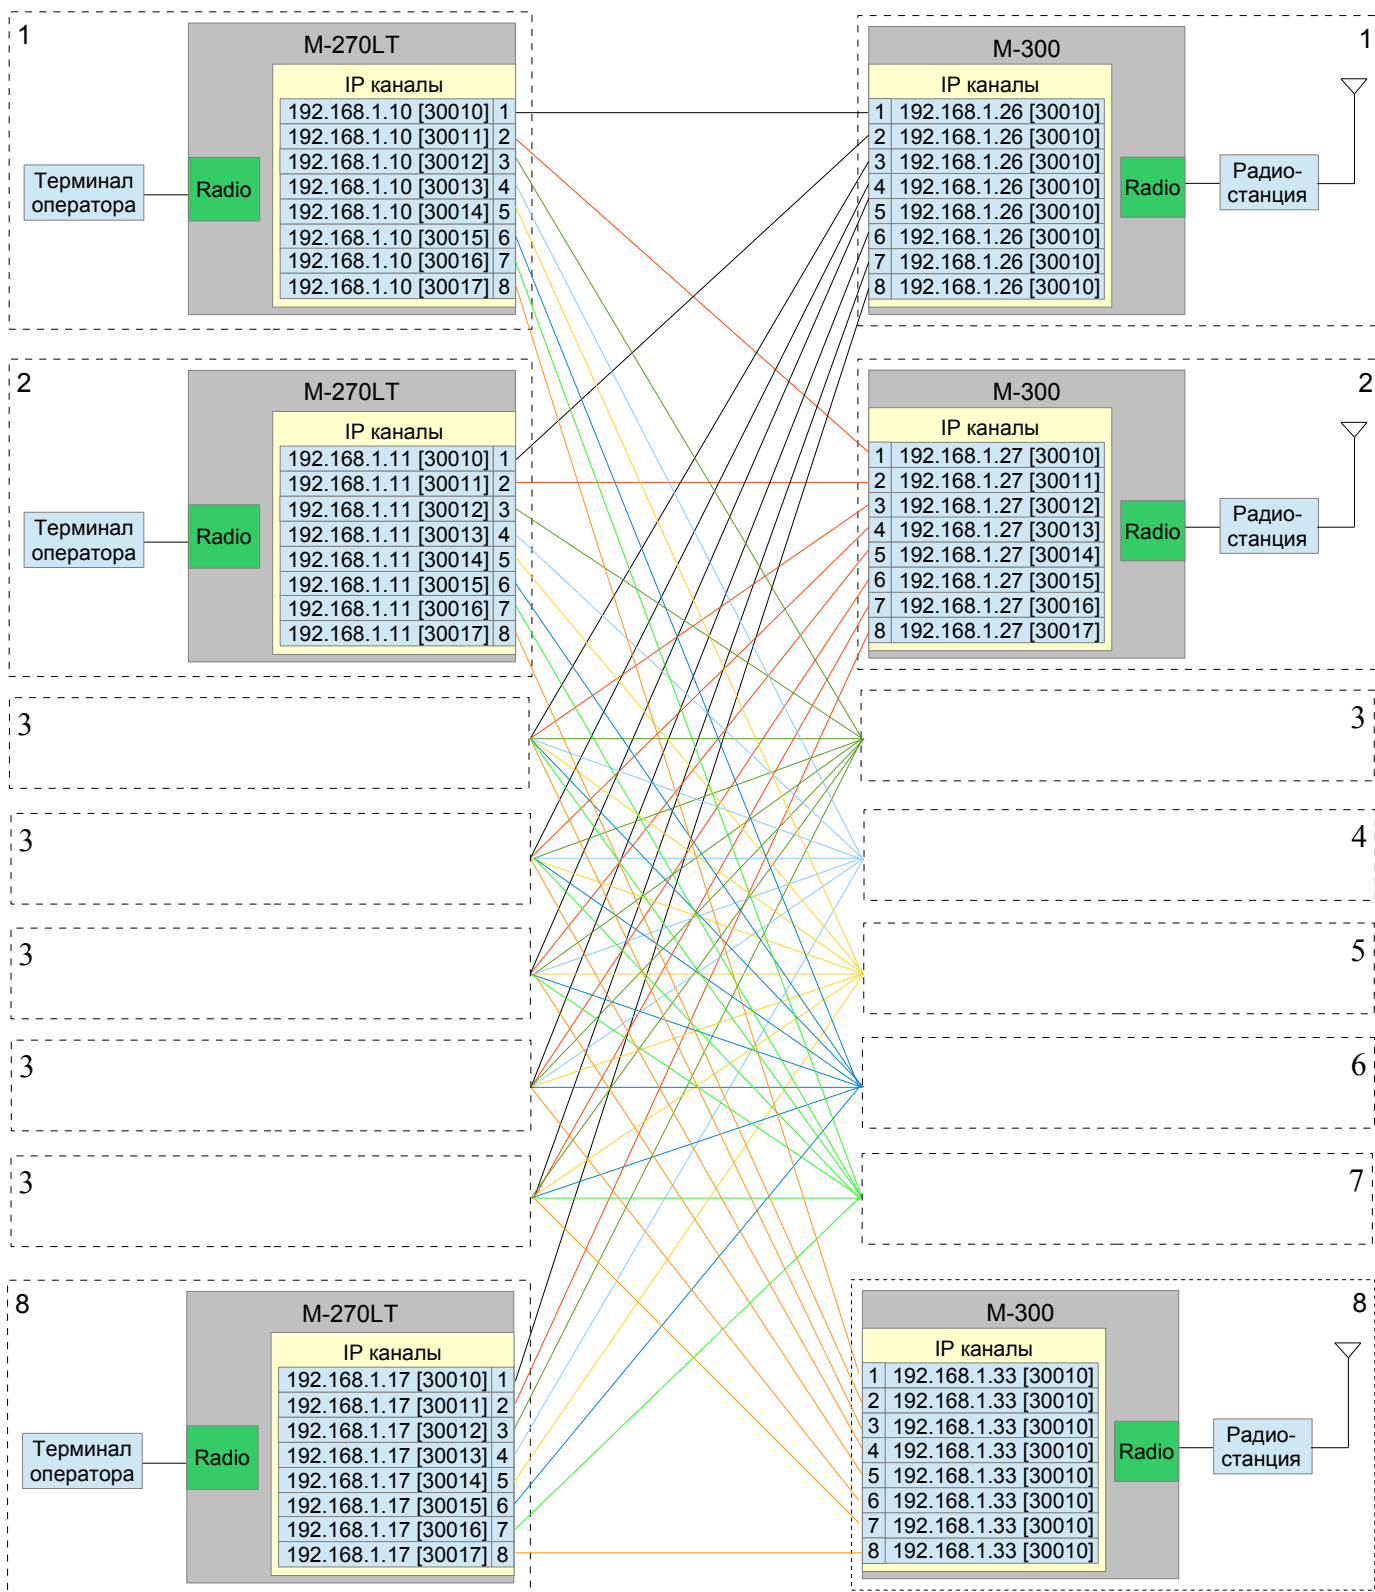

Рис. 4.6.5 Схема IP соединений для работы группы операторов с группой радиостанций.
- Динамически, в этом случае все IP каналы имеют идентичные значения IP адреса и номера портов ( рис. 4.6.5, контроллер М-300 №1) . При данных параметрах подключение контроллеров М-270LT выполняется на первый свободный IP канал.
- Статически, в этом случае каждый IP канал имеет индивидуальные значения IP адреса и/или номер порта (см рис. 4.6.5 контроллера М-300 №2).